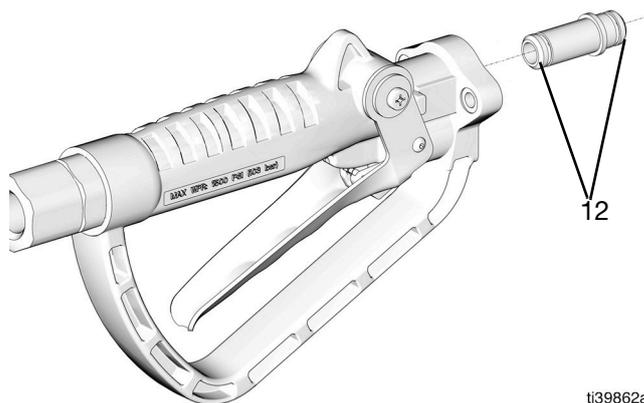

FIG. 12
1. Lubrique las juntas tóricas (12) del tubo de conexión con aceite (FIG. 12).